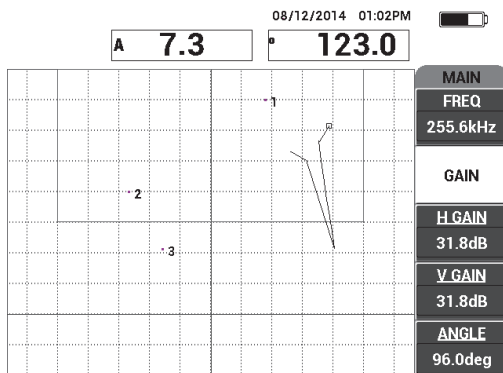

Рис. 6-51 Настройка УСИЛ для установки положения самой верхней точки
12. Настройте **УСИЛ** (клавиша B) для установки самой верхней точки на 90 % высоты экрана (см. Рис. 6-51 на стр. 170).